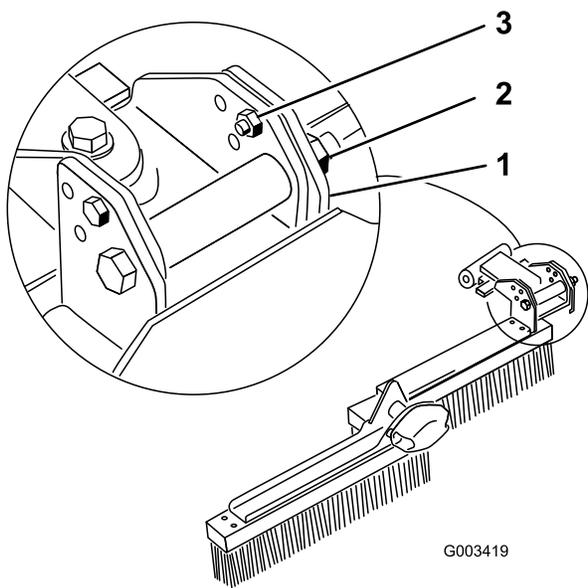
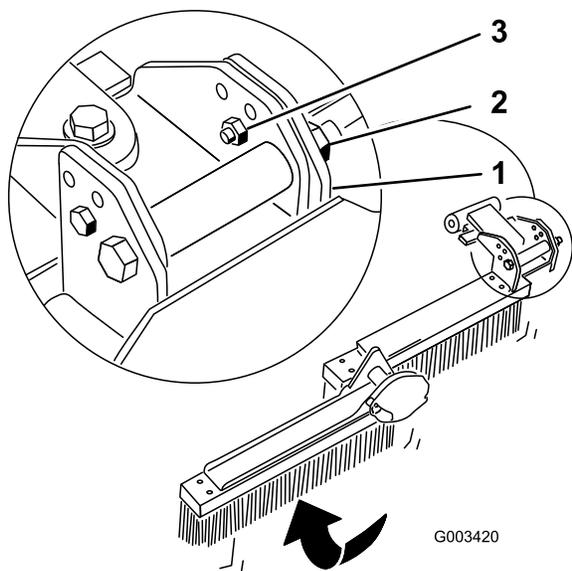

図 14
図 15
1. ブームヘッドををピボットブラケットに固定しているナットとボルトをゆるめる 図 14。
2. ブームヘッドのピボットブラケットから調整ボルトとナット各 2を外す 図 14。
3. 図 14、図 15および図 16に示すように、希望する位置に調整ボルトとナットを取り付けて固定する。